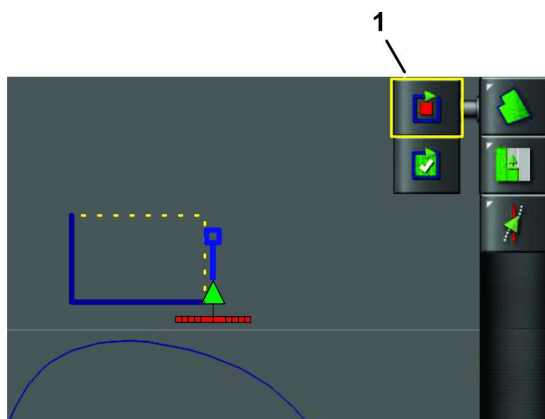

Figure 49
5. Répétez les opérations 3 et 4 pour tous les points restants (Figure 49) en omettant le dernier point ouvert.